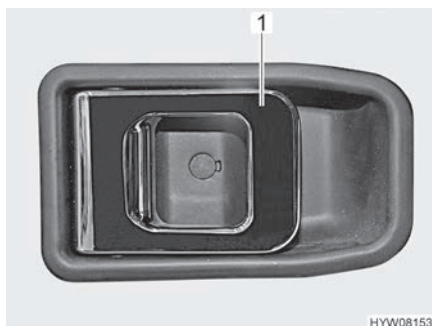

Fig. 55 Cerradura de la puerta (puerta del conductor en el interior)
- Abrir:** ■ Tirar del tirador (Fig. 55,1). Se desbloqueará o bien abrirá la cerradura de la puerta.
- Bloquear:** ■ Presionar el tirador (Fig. 55,1). Se bloqueará la cerradura de la puerta.